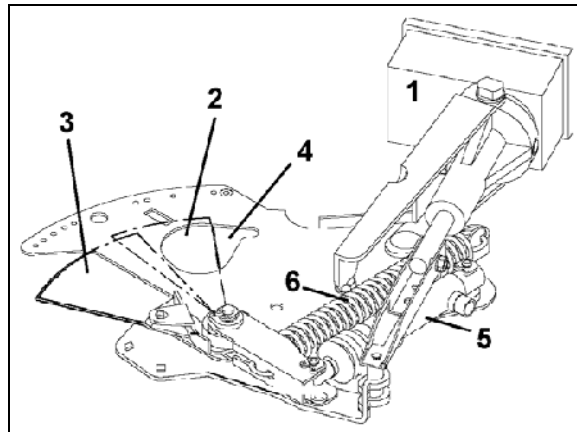
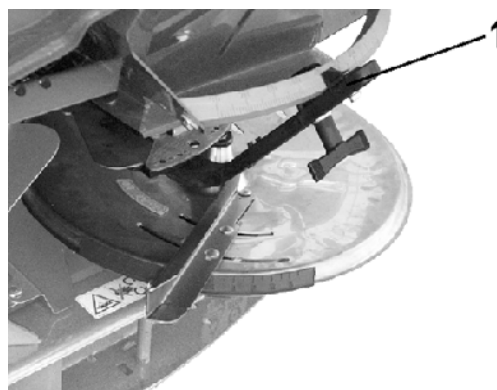

Fig. 19
Fig. 20
- elektronisch mit dem Bordrechner. Dabei geben die durch Stellmotore (Fig. 19/1) betätigten Dosierschieber (Fig. 19/2) unterschiedliche Öffnungsweiten der Durchlassöffnungen (Fig. 19/4) frei.
- manuell über die Stellhebel (Fig. 20/1) durch Einstellen unterschiedlicher Öffnungsweiten der Durchlassöffnungen (Fig. 19/4). Die hierzu jeweils erforderliche Schieberstellung wird entweder nach Angaben der **Streutabelle** oder mit der **Rechen-scheibe** ermittelt.
Das Öffnen und Schließen der Durchlassöffnungen wird durch zwei weitere Schieber (Fig. 19/3) realisiert.
- hydraulisch (Fig. 19/5)
- mittels Zugfeder (Fig. 19/6)